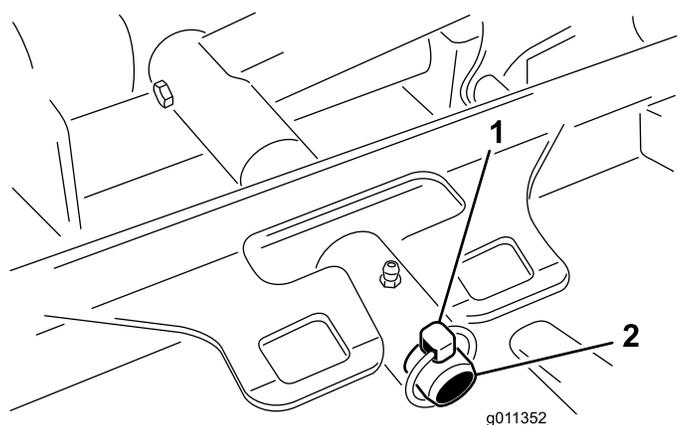

Figura 56
3. Togliete l'acciarino o il dado di ritegno (solo Groundsmaster 4700) che fissano il telaio portante del piatto di taglio al perno orientabile del braccio di sollevamento (Figura 56).
3. Infilate il telaio portante del piatto di taglio sul perno di articolazione del braccio di sollevamento. Fissate gli elementi con l'acciarino o il dado di ritegno (solo Groundsmaster 4700) (Figura 56).